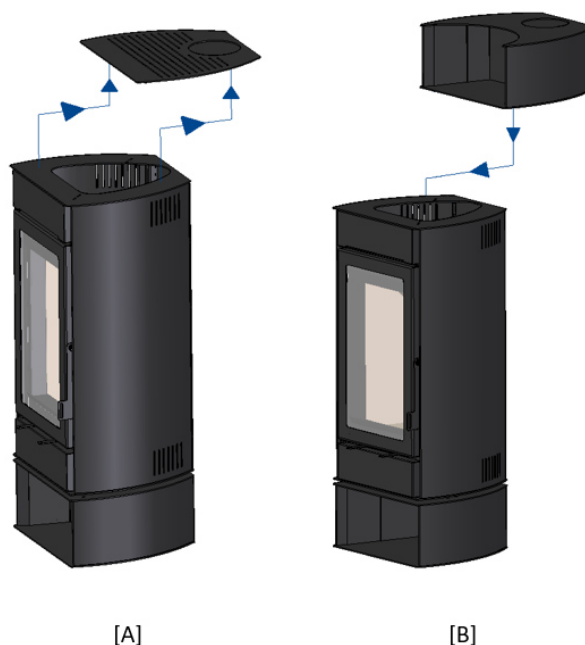

Fig. 20 – [A] Remover tapa de la estufa; [B] Instalación de módulo opcional
- 1- Retire la tapa instalada en la estufa (fig 20 [A]), corriendo en diagonal y luego elevarlo para liberar los sujetadores de equipos;